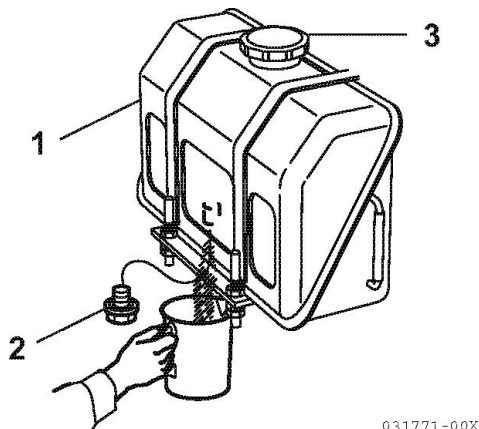

Рисунок 9
1. Поставьте соответствующую емкость под топливным баком (1, рисунок 9), чтобы собрать загрязняющие примеси.
2. Открутить и снять крышку заливной горловины топливного бака (3, Рисунок 9).
3. Открутить и снять сливную пробку (2, Рисунок 9), чтобы слить загрязняющие примеси (воду, грязь и др.) из донной части топливного бака.